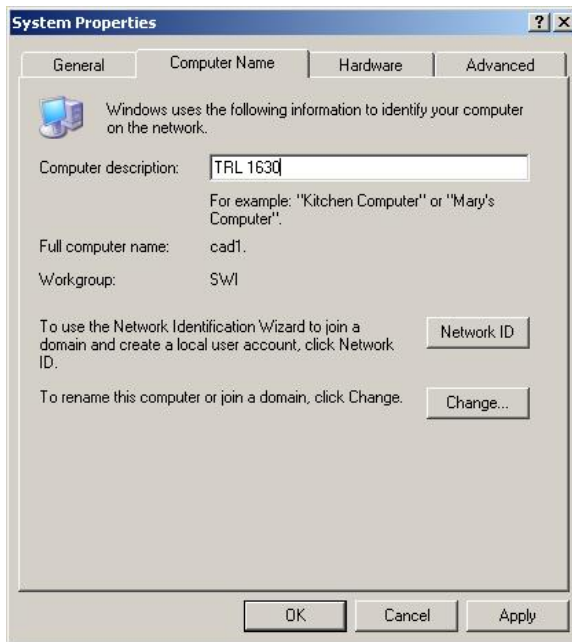

FIGURA 12.11.3
5. Seleccione la pestaña de **Computer Name**. Ver Figura 12.11.3.